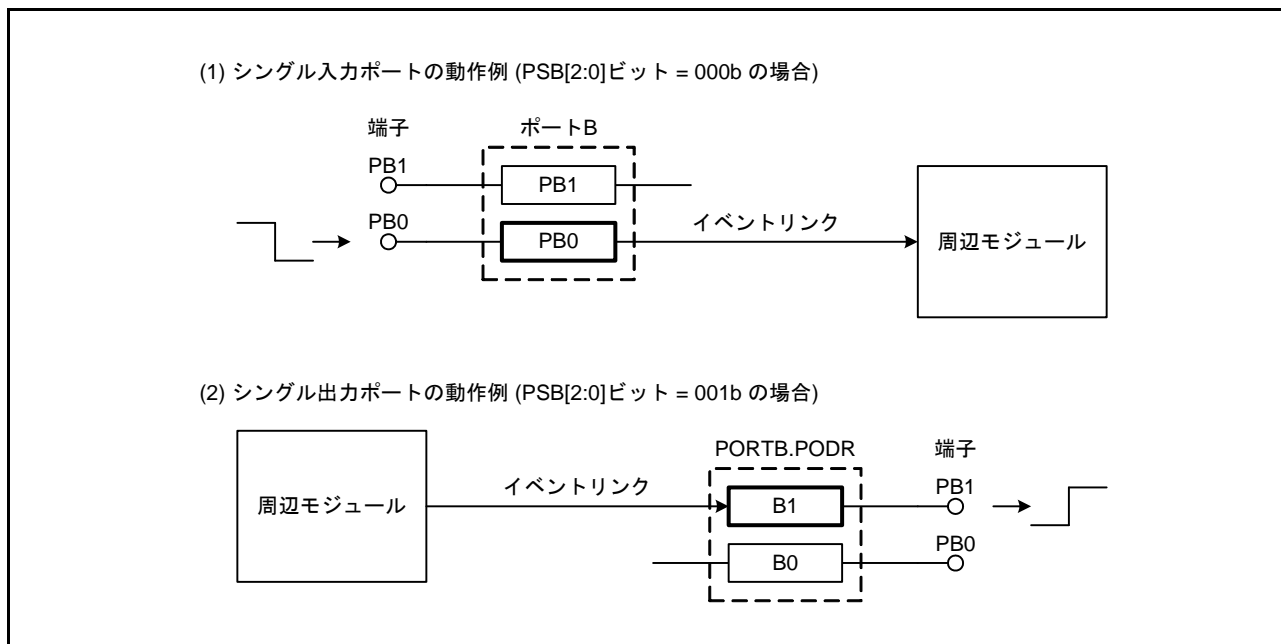

図 19.3 シングルポートのイベントリンク動作 (ポート B の場合)
(2) シングル入力ポートでのイベント発生
入力に設定されているシングルポートは、対応する端子への入力信号が変化するとイベント信号を出力します。イベント発生条件は、PELm.PSM[1:0] ビット (m = 0, 1) で設定します。図 19.3 (1) にシングルポートのイベントリンク動作を示します。
(3) シングル出力ポートへのイベント信号入力
ジスタの値)がPELm.PSM[1:0]ビットで指定したとおりに変化します。図19.3(2)にシングルポートのイベントリンク動作を示します。